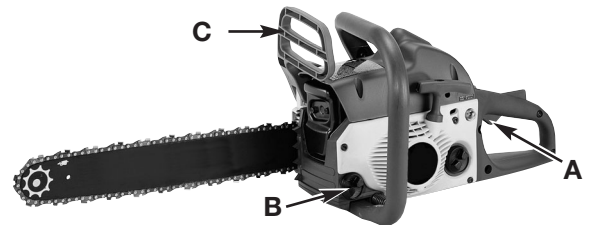

Fig. 3
1. Mezcle la gasolina con el aceite (A, Fig. 3). Llene el tanque de combustible con la mezcla de combustible/aceite. Vea las Instrucciones para Mezclar el Aceite y el Combustible.
2. llene el tanque de aceite (B) con el aceite correcto para barra y cadena (3).
3. Asegúrese de que el Chain Brake® se encuentre desenganchado (C) antes de arrancar su unidad (Fig. 3).